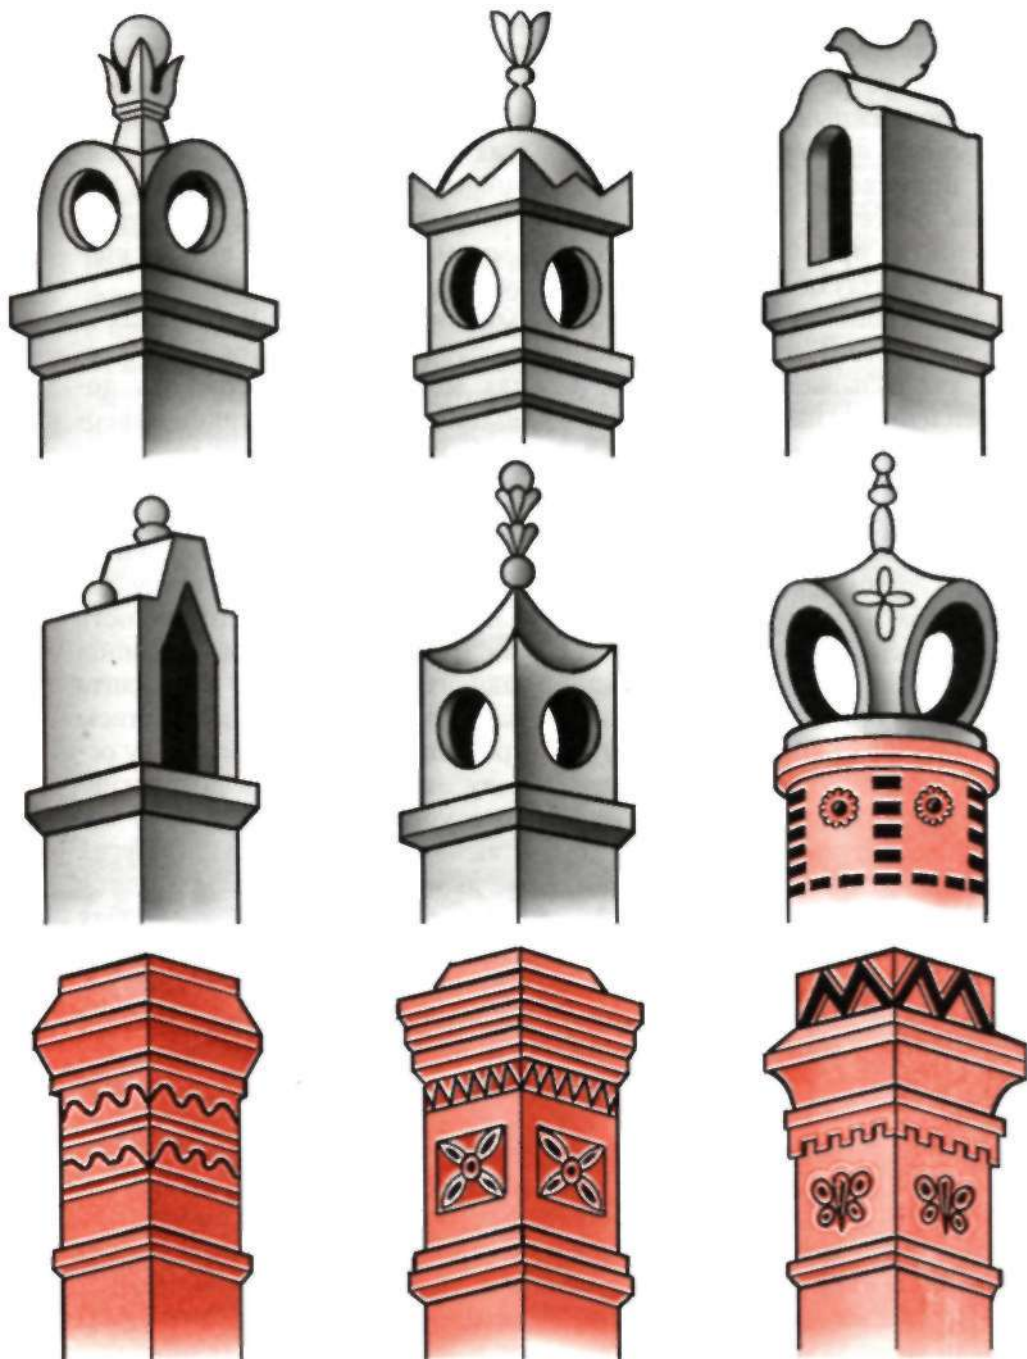
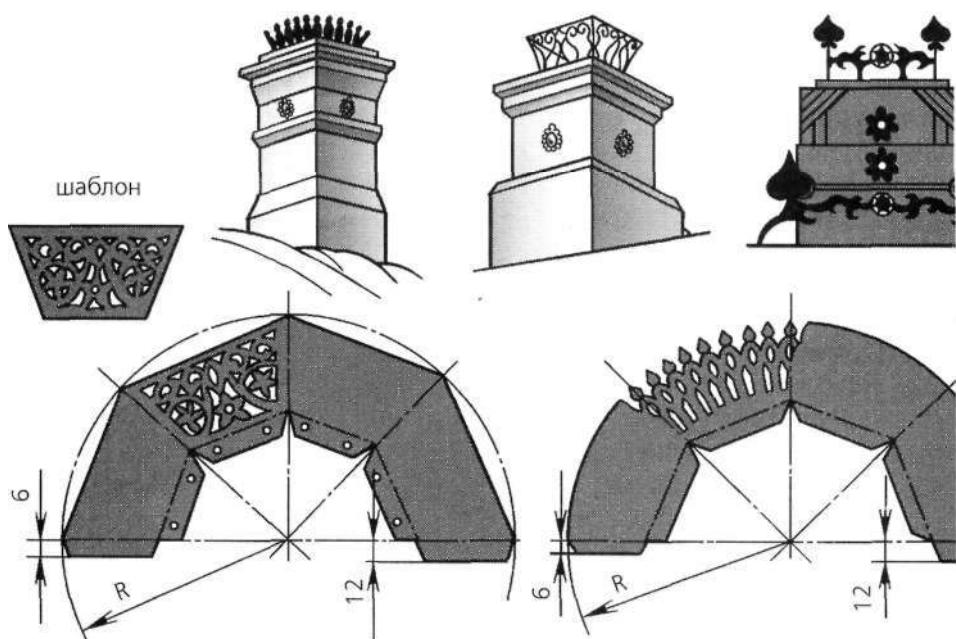

Рис. 50
Рис. 51
**Короны и венцы.** В больших и малых городах России, реже в селах можно было встретить довольно много дымоходов-наверший, имеющих форму венцов и корон (*рис. 50*). Их устанавливали на оголовках труб в качестве декоративных элементов, венчающих самую высокую точку дома. Красота и выразительность так называемых корон и венцов зависит прежде всего от таланта мастера, владеющего искусством просечного железа, поскольку основу этих элементов декоративного убранства печных труб составляет ажур (*рис. 51*). В других же дымоходах ажур используется лишь для украшения отдельных деталей: бортиков, гребней и т.п. Поэтому каждый желающий украсить трубу своего дома короной или венцом должен освоить хотя бы азы техники просечного металла.
**Узоры на листовой стали.** Приемы выполнения ажурных просечных узоров можно рассматривать на примере изготовления гребня для четырехщипцовой крыши дымохода. На листе плотной бумаги в натуральную величину вычерчивают гребень вместе с контурами ажурного рисунка (*рис. 51*). Затем приступают к переведению